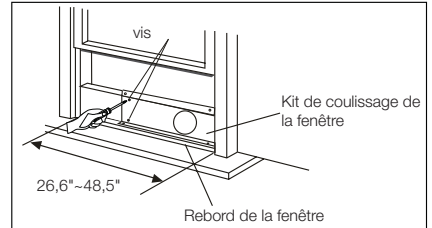
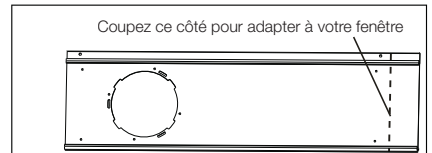
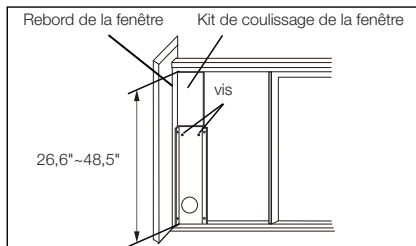

Fig. 13
Fig. 14
Fig. 19
2. Ouvrez la guillotine de la fenêtre et placez le kit de coulisage sur le rebord de la fenêtre (Fig. 13). Fixez le kit de coulisage de la fenêtre au rebord. Ajustez la longueur du kit de coulisage de la fenêtre selon la largeur de la fenêtre. Vissez les deux vis du kit de coulisage de la fenêtre. Voir Fig. 13. Coupez le kit de coulisage ajustable si la largeur de la fenêtre est inférieure à 67,6 cm (Fig. 14).
2. Ouvrez la guillotine de la fenêtre et placez le kit de coulissage sur le rebord de la fenêtre. Voir Fig. 19. Fixez le kit de coulissage de la fenêtre au rebord. Ajustez la longueur du kit de coulissage selon la hauteur de la fenêtre. Vissez les deux vis du kit de coulissage de la fenêtre. Voir Fig. 19. Coupez le kit de coulissage ajustable si la hauteur de la fenêtre est inférieure à 67,6 cm (Fig. 14).